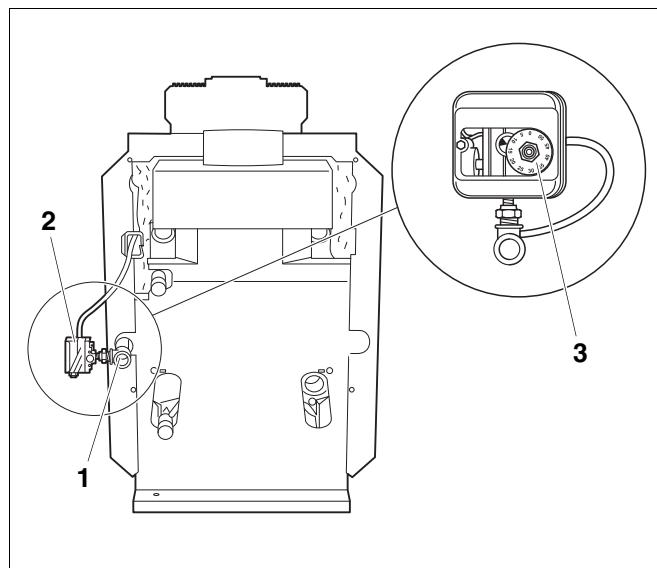

Рис. 45 Установка прибора контроля давления газа
- Установить прибор контроля давления газа (рис. 45, поз. 2) на газопровод непосредственно на патрубок для подключения газа (рис. 45, поз. 1) на отопительном котле вместе с регулировочным диском (рис. 45, поз. 3) так, чтобы он смотрел вверх или наружу (используя переходник).